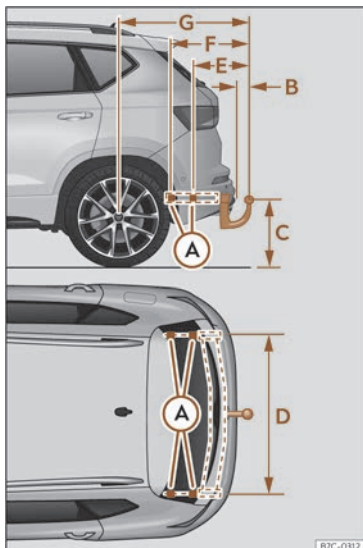

Fig. 175 Cotas e puntos de fixación para a montaxe posterior dun dispositivo de remolque.
A cota entre o centro do cabezal esférico e a calzada >>> **fig. 175 (C)** non deberá ser nunca inferior á indicada. Isto rexe tamén co vehículo a plena carga, incluíndo a carga vertical máxima tecnicamente admisible sobre o axuste.